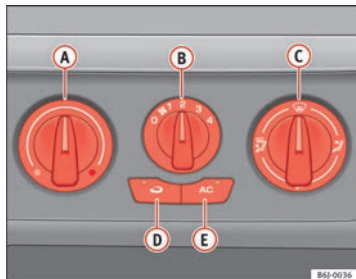

Fig. 102 Sur la planche de bord : éléments de commande du climatiseur
- Désactivez le système de refroidissement avec la touche ⇒ fig. 102 **AC** (le témoin de la touche s'éteint).
Le mode recyclage de l'air ambiant $\Rightarrow$ fig. 102  (le témoin intégré à la touche est allumé) empêche les fortes odeurs ambiantes (qui peuvent par exemple se dégager lors de la traversée d'un tunnel ou dans un bouchon) de pénétrer dans l'habitacle.